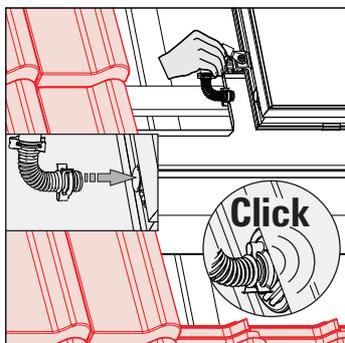

Fig. 3-30 Etape 2
2. Monter les raccords à collerette (fig. 3-30).